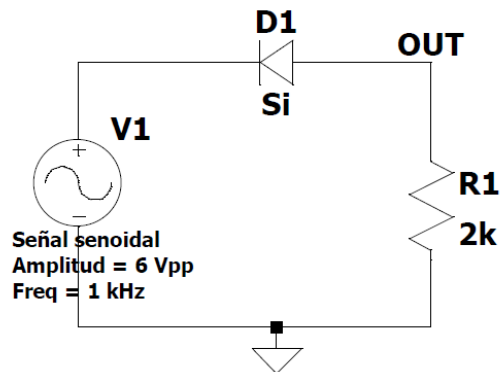

Figura 2. Circuito recortador en serie
- 3.4.2 Analizar el circuito recortador en serie de la Figura 2 y determinar analíticamente la señal de salida. Graficar en papel milimetrado las formas de onda de entrada y salida, con una escala adecuada detallando todos los valores.